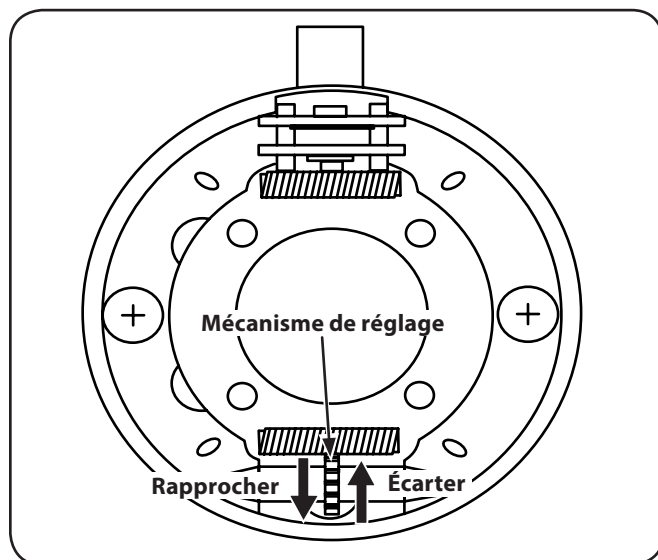

Figure 6-9
2. À l'aide d'un outil de réglage de freins à tambour ou d'un tournevis standard, faites tourner le mécanisme de réglage vers le haut (vers l'essieu) pour ajuster les bandes. Ajustez les bandes jusqu'à ce qu'elles touchent légèrement les tambours de frein. Voir Figure 6-9.
4. Pour ajuster les bandes de frein, faites tourner le mécanisme de réglage vers le bas (en direction opposée de l'essieu). Ajustez les bandes jusqu'à ce qu'elles touchent légèrement les tambours de frein. Voir Figure 6-9.